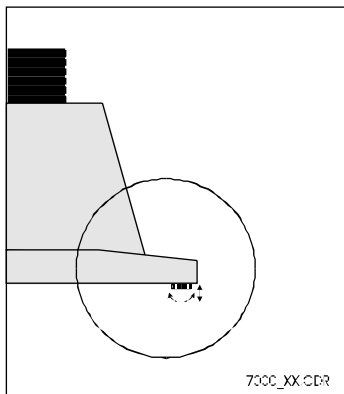

Abbildung 6
- An den 2 Hinteren Ecken des Bodengestells befinden sich verstellbare Füßchen, siehe Abbildung 6, die beim nach rechts drehen kürzer werden und beim nach links drehen länger. Wenn der Boden am Arbeitsplatz nicht völlig eben sein sollte und der Stuhl wackelt, kann dieses durch Drehung der Stellfüße korrigiert werden.